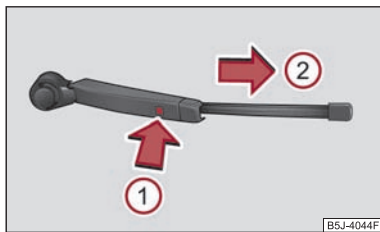

Fig. 1 Spazzola del tergilunotto
- Sollevare il braccio del tergicristallo dal cristallo e posizionare la spazzola in posizione perpendicolare rispetto al braccio ⇒ fig. 1.
- Con l'altra mano sbloccare il fermo ① ed estrarre la spazzola nella direzione indicata dalla freccia ②.